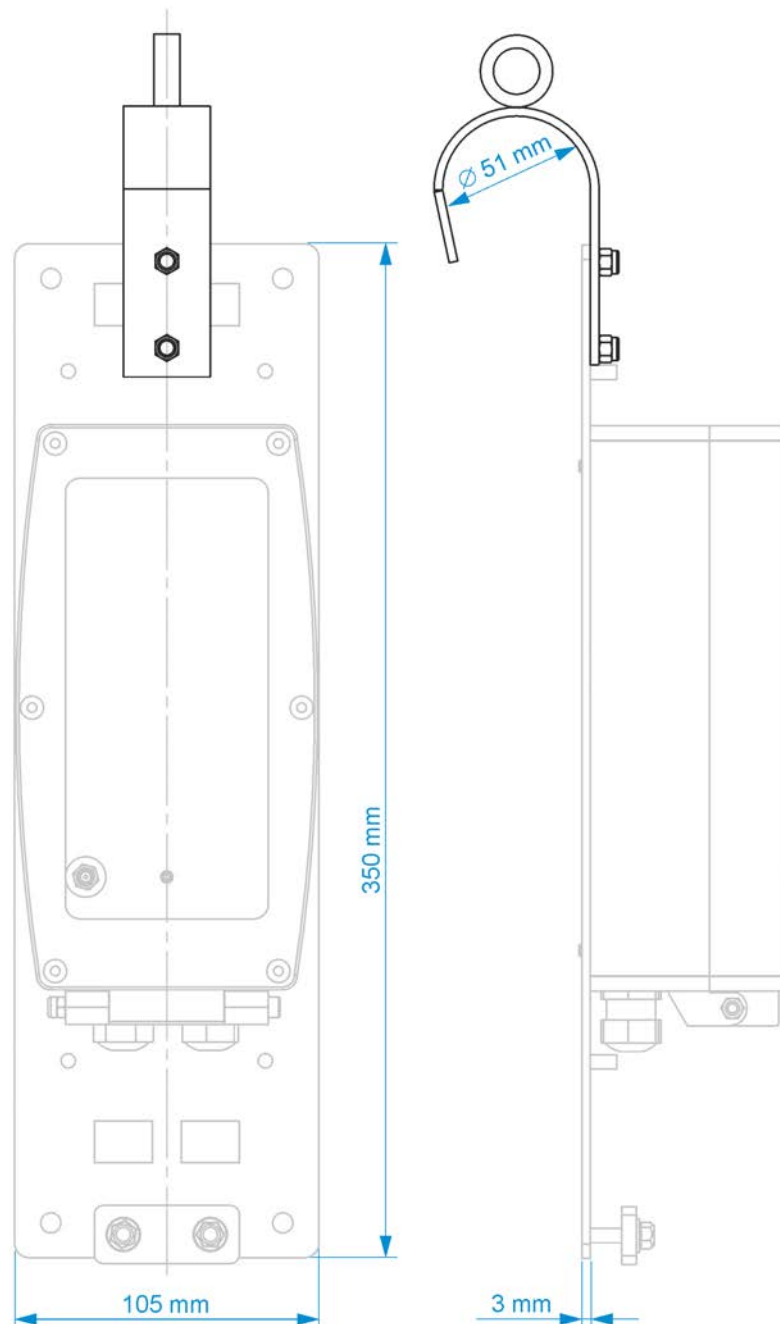

Abb. 24-3 Befestigung mit Bügel am Steigeisen (Ex und Nicht-Ex)
- Gehäuserückwand montiert auf einer Montageplatte (3 mm stark) mit Bügel zum Einhängen am Steigeseisen in einem Schacht (siehe Abb. 24-3)
5. Gehäuse an der Wand festschrauben bzw. Datenlogger an der Montageplatte (ggf. auch den Bügel; Abb. 24-3) befestigen.